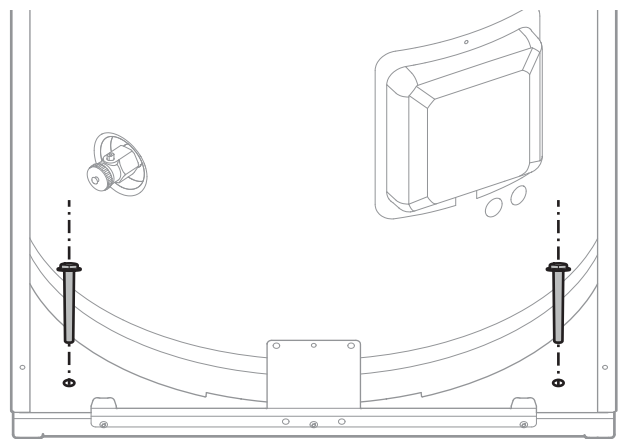

Abb. 22 - Befestigung am Boden
- Das Hydraulikmodul am Boden befestigen (Abb. 22) (Befestigungssystem nicht mitgeliefert).